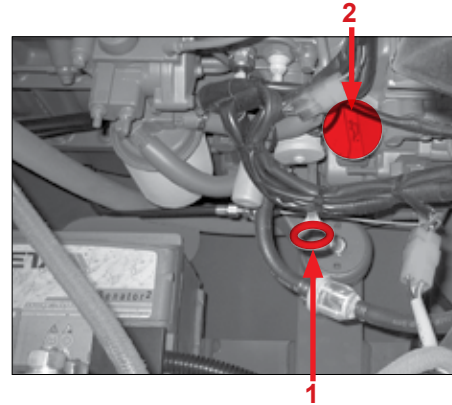

Fig. 83
6. Retirer la jauge d'huile (côté gauche du moteur: pos. 1 (Fig. 83).
1. Ouvrir la tubulure de remplissage d'huile pos. 2 (Fig. 83).
5. Fermer la tubulure de remplissage d'huile pos. 2 (Fig. 83).